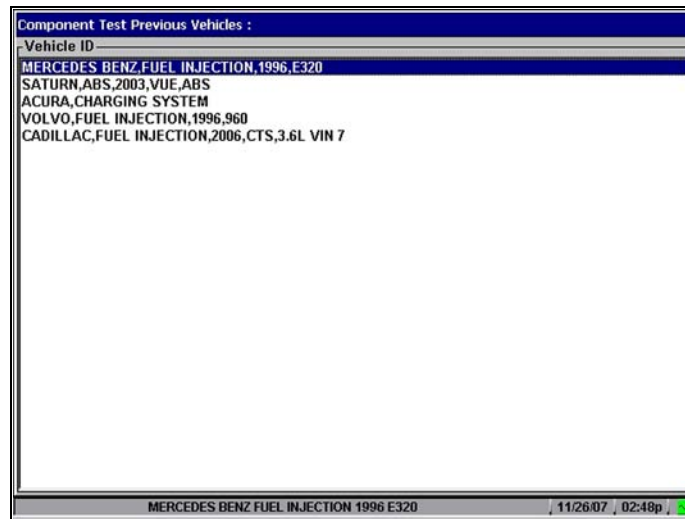

Abbildung 4-8 Bildschirm Fahrzeug-ID laden (Beispiel)
1. Wählen Sie **Komponententests > Prüfen von Komponenten > Vorherige Fahrzeuge**. Der Bildschirm Fahrzeug-ID laden wird angezeigt (Abbildung 4-8).